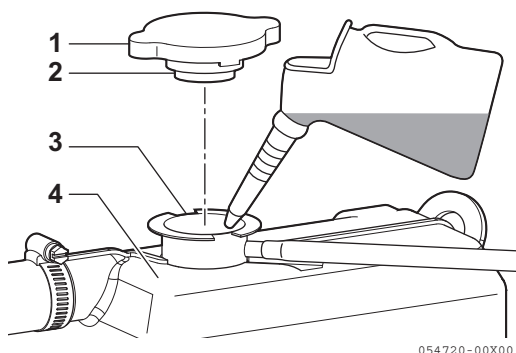

Figura 11
4. Verta o líquido de refrigeração lentamente para o depósito de líquido de refrigeração / permutador de calor **(Figura 11, (4))** para evitar bolhas de ar. Encha até que o líquido de arrefecimento saia para fora do bujão de enchimento.
5. Alinhe as abas do tampão de enchimento **(Figura 11, (1))** com os encaixes da porta de enchimento **(Figura 11, (3))** e aperte o tampão de enchimento **(Figura 11, (2))**.